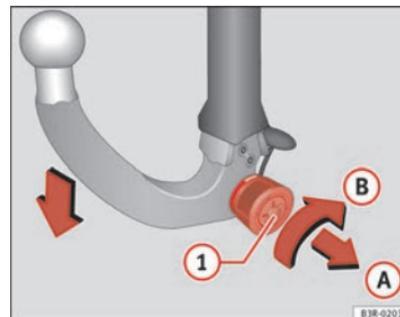

Fig. 159 Dispositivo de reboque desmontável: Desmontar a rótula
- Introduza a chave na fechadura **(1)** ⇒ fig. 159 da roda recartilhada. ▶